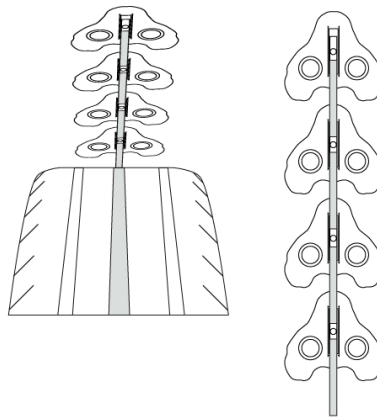

Fig. 2
1. Vergewissern Sie sich dass die kreisförmige Eindrehung am Reifen von eventuellen Unreinheiten und Steinen, die der Haftung des Geräts stören könnten, gereinigt wurde. Der Schraubendreher (F) kann für die Freisetzung der Eindrehung verwendet werden.
2. Nehmen Sie die zusammengestellte Kette und lehnen Sie sie an die Oberseite es Reifens und stellen Sie sicher dass die Bindeglieder in die kreisförmige Eindrehung gelangen. Positionieren Sie die Kachel so dass sie die Form eines Pfeils in der Bewegungsrichtung haben (Fig.2).